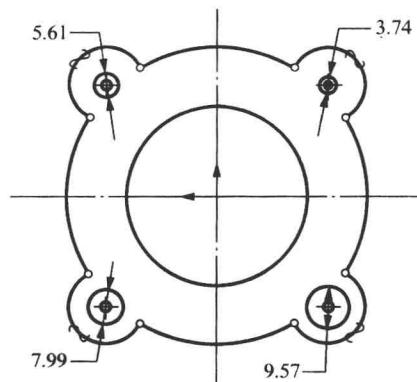

图 1.1-33 草绘 4 个圆
(3) 单击 (同心圆) 按钮，绘制与上述 4 个圆弧同心的 4 个圆，如图 1.1-33 所示。选取其中的任意圆，将其直径修改为“7”。